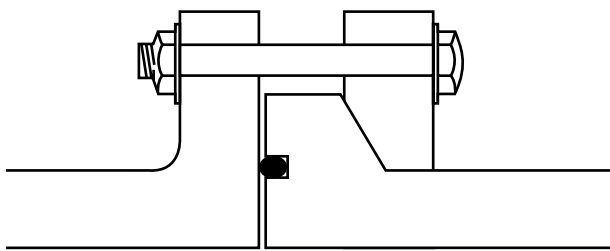

Figura 3-15 Brida loca con junta tórica
- 1 una junta tórica (requiere una ranura en el frontal de la brida, vea la **Figura 3-15**) y